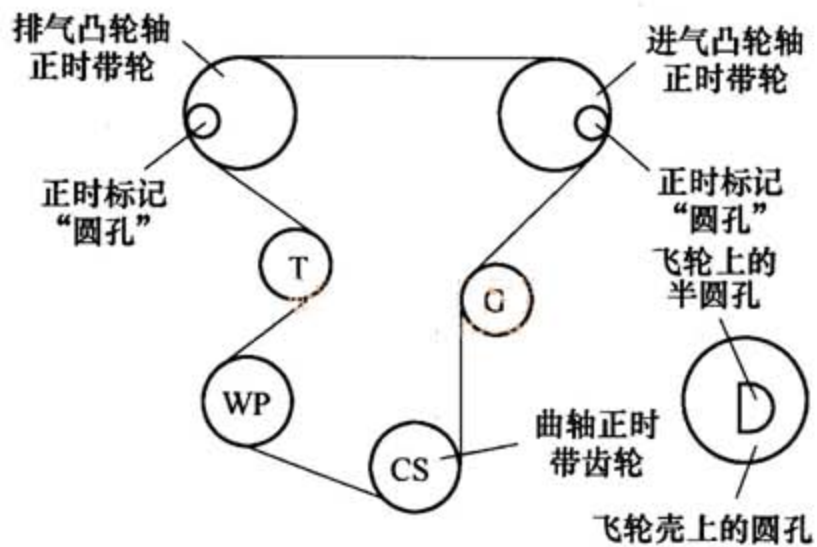
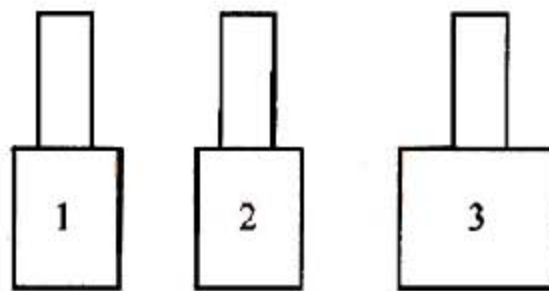

图1 正时带连接图
图2 定位销
- 4). 配气正时调整方法：首先转动进、排气凸轮轴，使进、排气凸轮轴正时带轮上的“圆形孔”（正时标记）分别对着气缸盖上左、右两侧的圆形孔（图 1），分别插入定位销 1、2（图 2），并进行固定（定位销可以自行加工制作）；然后转动曲轴，使飞轮上的“半圆孔”对着飞轮壳上的“圆形孔”，并用定位销 3 进行固定。这时可以看到，4 个气缸活塞处于同一高度。上述两个步骤完成后，才可以安装正时带，并可以进行曲轴带盘螺栓与凸轮轴带盘螺栓的紧固。